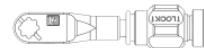

Figura 19
- Para unir el **soporte para hojas de conexión rápida** (como el UL-0107) con el **brazo flexible** (como el UL-0106), asegúrese de que el collar del **brazo flexible** esté en su posición desbloqueada. (Figura 19)